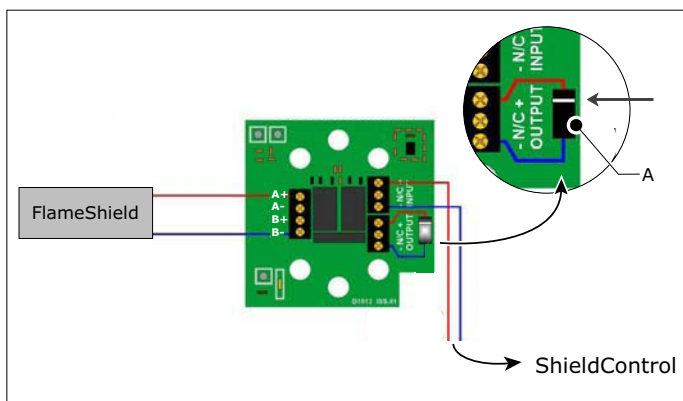
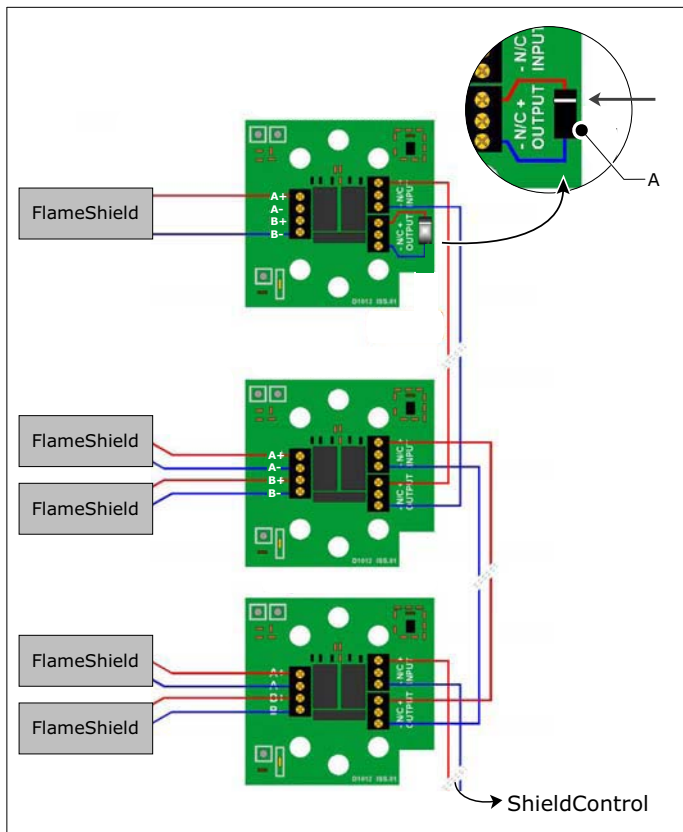

Рис. 5.1
Рис. 5.2
Рис. 5.1 и рис. 5.2
- 1 модуль FlameShield: соедините A+ и B- (см. рис. 5.1)
- 2 или более модулей FlameShield: соедините A+ и A-; B+ и B- (см. рис. 5.2)
- Установите EOL диод (A) на последний активатор. Проверьте положение/направление этого диода (см. маркировку).